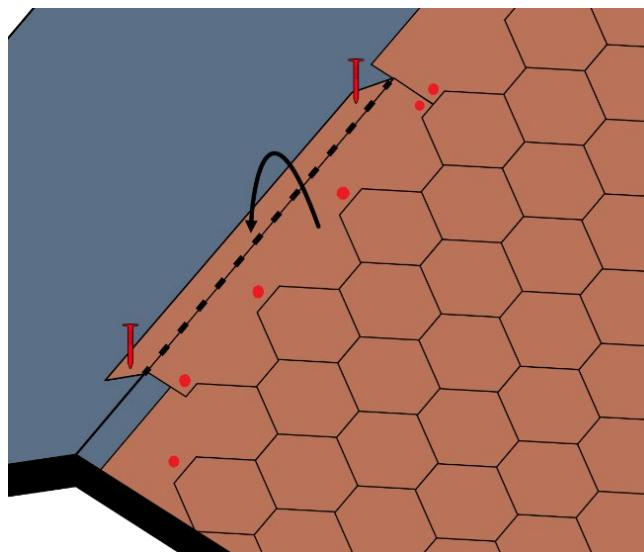

Fig. 9 – Posa delle tegole al colmo
- L'ultima fila di tegole bituminose dovrà sporgere oltre la linea di colmo; la parte eccedente verrà ripiegata oltre la linea di colmo e dovrà essere fissata con almeno due chiodi - Fig. 9.